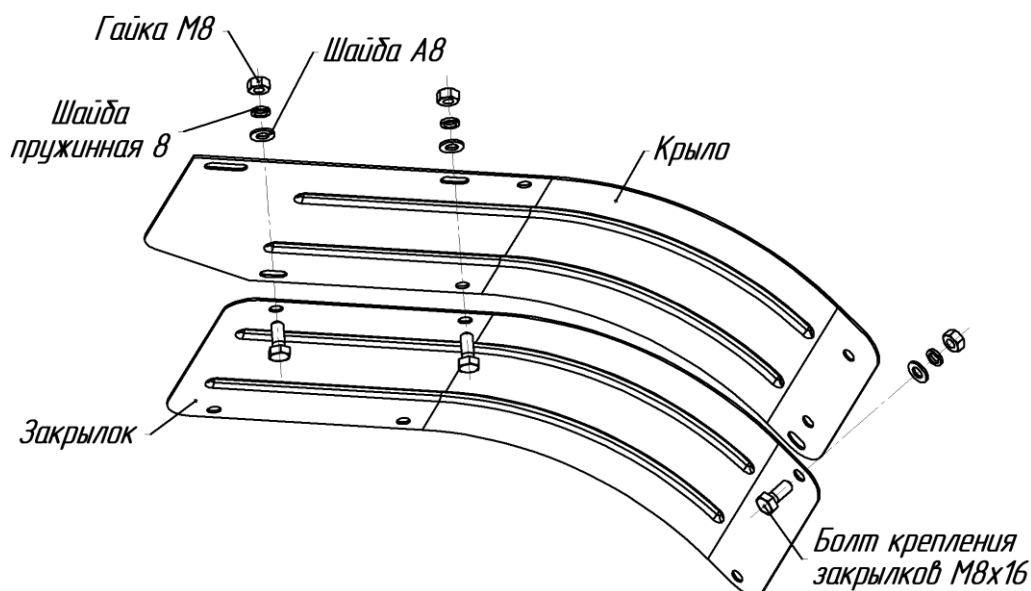

Рис.9 Схема крепления закрылков
21. При фрезеровании защитные устройства, закрылки и щитки должны быть установлены на соответствующие места и надежно закреплены с помощью исправного стандартного инструмента (рис.9).
10. При работе с фрезами-культиваторами необходимо установить закрывки (рис.9).